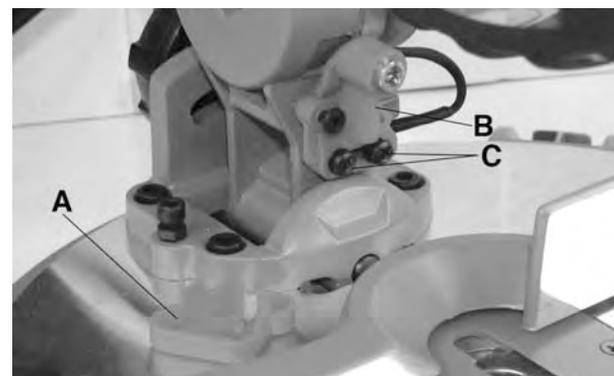

Figure 11
1. Retirez le couvercle en plastique (A) Fig.11 du guide à laser.
4. L'ajustement est effectué en déplaçant le support du guide à laser (B) Fig.11 vers la droite ou la gauche. Desserrez les deux vis à tête bombée (C) Fig.14 en-dessous du laser.
5. Une fois que l'ajustement est fait, tenez le support du guide à laser et reserrez les vis à tête bombée (C).